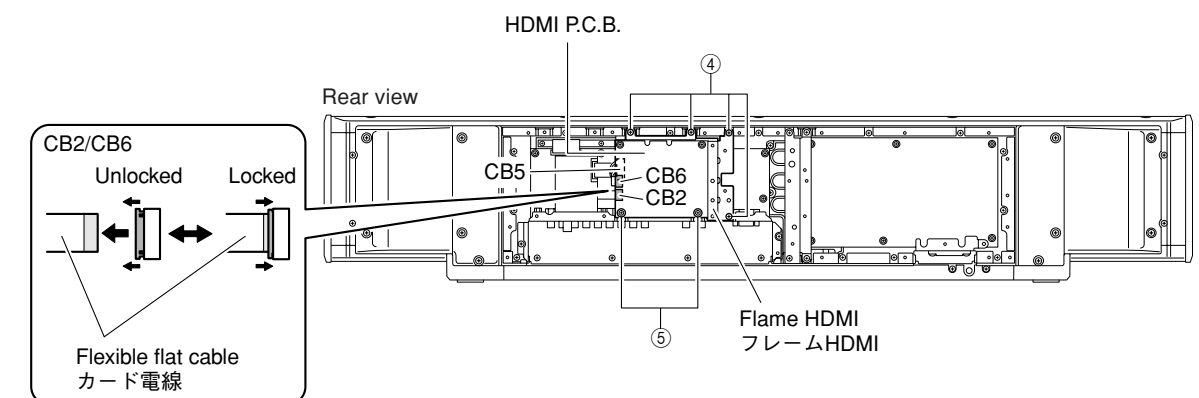

Fig. 2
- Remove 4 screws (④) and 2 screws (⑤). (Fig. 2)
- Remove CB5. (Fig. 2)
- Release the lock and then remove CB2 and CB6. (Fig. 2)
- Remove the HDMI P.C.B. together with flame HDMI. (Fig. 2)
- ④のネジ4本、⑤のネジ2本を外します。(Fig. 2)
- CB5を外します。(Fig. 2)
- ロックを外し、CB2、CB6を外します。(Fig. 2)
- HDMI P.C.B.をフレームHDMIと一緒に取り外します。(Fig. 2)